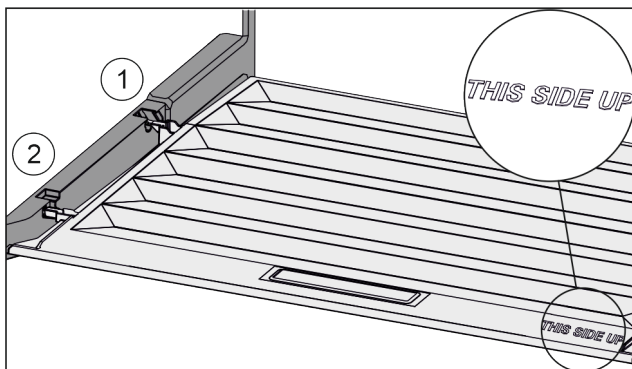

Fig. 129
- Prečke poklopca uvedite preko otvora stražnjeg držača Fig. 129 (1) i ugnavite ih u držač Fig. 129 (2).